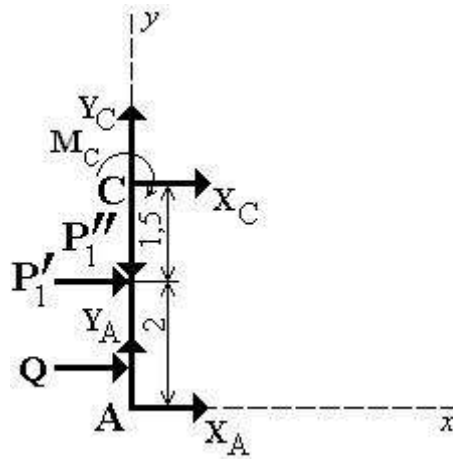

Рис. 14
Системы сил, показанные на рис. 12 и 13, ничем друг от друга не отличаются. Поэтому уравнение (2) остается в силе. Для получения второго уравнения рассмотрим систему уравновешивающихся сил, приложенных к части конструкции, расположенной левее скользящей заделки С (рис. 14).